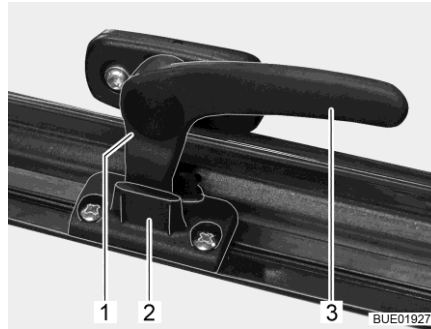

Bild 14 Verriegelungshebel in Stellung "Dauerbelüftung"
- in Stellung "Dauerbelüftung" (Bild 14)
- Den Verriegelungshebel (Bild 14,3) eine viertel Umdrehung zur Fenstermitte hin drehen.
- Den Verriegelungshebel eine viertel Umdrehung zum Fensterrahmen hin drehen. Die Verriegelungsnase (Bild 14,1) dabei in die Aussparung der Fensterverriegelung (Bild 14,2) einfahren.